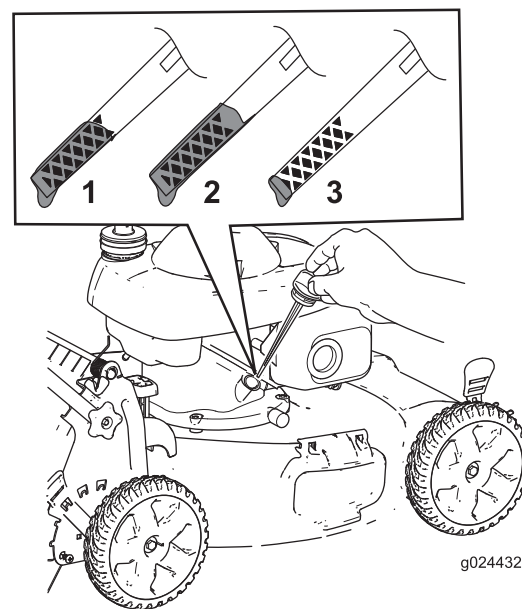

Figura 13
2. Retire la varilla (Figura 13).
5. Observe en la varilla el nivel de aceite (Figura 13).